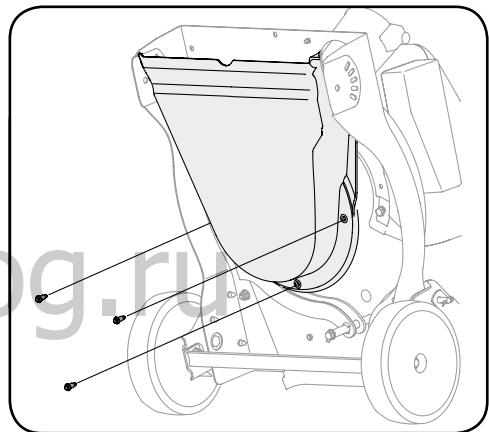

Рисунок 7-10
- 12 Осторожно наклоните и поддерживайте машину для обеспечения доступа снизу к элементам крепления сопла и крыльчатке. Выкрутите три ступенчатых болта, которыми нижний кожух измельчителя из черного пластика крепится к нижнему кожуху машины. См. рисунок 7-10.